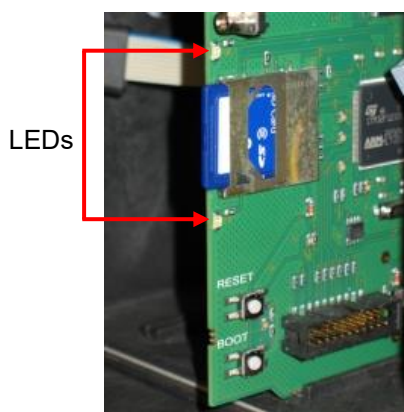

Figura 29
8. O Testomat® reinicia e efetua a atualização. Neste modo, não são efetuadas saídas de texto, mas o estado é apresentado através dos LED no cartão SD (ver Figura 29) e dos LED na placa de controlo (ver Figura 31 na página 67). O progresso da programação é apresentado como uma barra com 5 LED na placa controladora: No início, apenas o LED1 (perto do conetor da placa-mãe) pisca uma vez de 2 em 2 segundos, depois acende-se continuamente e o LED seguinte começa a piscar. O processo é repetido até que todos os LEDs estejam permanentemente acesos. A atualização do firmware fica assim concluída. O Testomat® é iniciado automaticamente com o novo software operativo. A atualização completa do firmware demora cerca de 70 segundos.